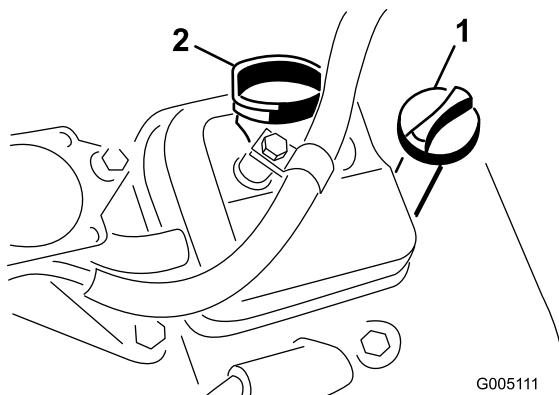

図 24
2. ディップスティックを抜き、ウェスで一度きれいに拭く。ディップスティックを、チューブの根元までもう一度しっかりと差し込む (図 24)。